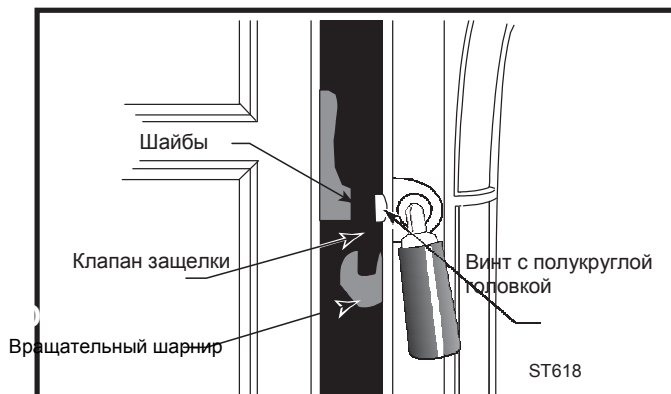

Рис. 34 Можно отрегулировать плотность передней дверцы, просто добавляя или снимая шайбы.
- выверните установочный винт с полукруглой головкой, который прикрепляет клапан дверной защелки к передней части печи. (Рис. 34)